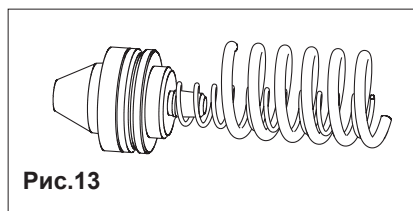

Рис.13
- извлечь большую пружину и блок регулирующий клапан/ маленькая пружина (рис. 13);